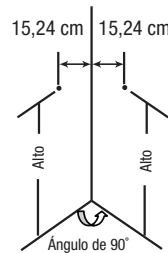

Figura 2
**PASO 2:** Mida la altura deseada para el estante esquinero y luego mida 15,24 cm desde la esquina donde se cruzan las dos paredes para marcar las ubicaciones de los orificios de los tornillos, como se muestra en la **Figura 2**.